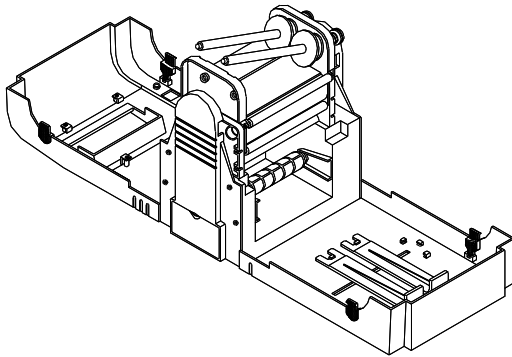

Рис. 2.2.2
5. Снимите ТТ ленту, нажимая шпиндели в сторону основания (часть 21) и (часть 12). (См. рисунок 2.2.2)